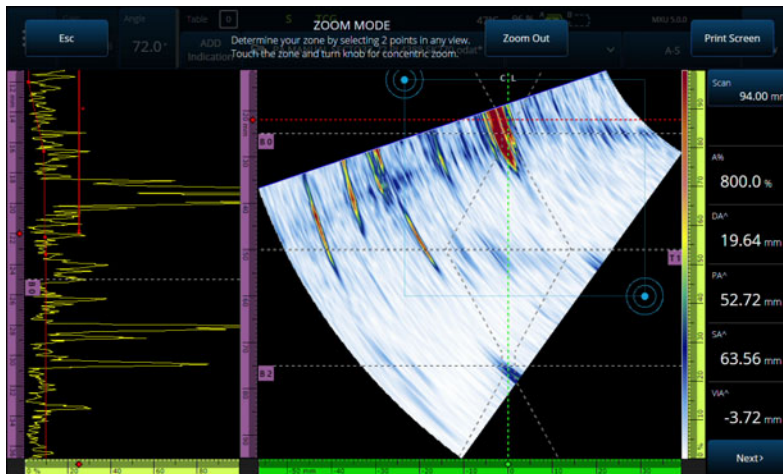

図 2-11 ズーム例
1. ズーム表示キー (🔍) を押して、ズームモードをオン（またはオフ）にします（44 ページの図 2-11）。
- ◆ ズーム表示キー (🔍) を押してズームモードをオンにして（44 ページの図 2-11）、画面上の Print Screen（画面印刷）をタップします。